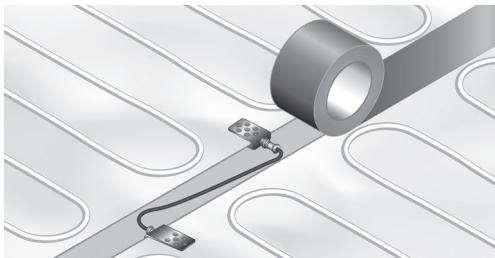

Рис. 9. Монтаж соединений заземления
9. Монтаж соединений заземления (рис. 9). На нагревательном мате имеется несколько проводов с разъемами на каждом конце. Эти провода служат для подключения заземления между прогонами нагревательного маты. Используйте эти провода для подключения всех прогонов нагревательного маты, равномерно распределив их по всей длине каждого прогона.